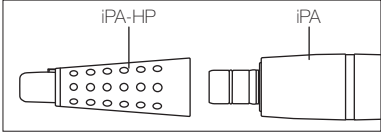

Fig. 4
- 3) Retirez l'insert de pièce à main (IPA-HP) du moteur (iPA). (Fig. 4)